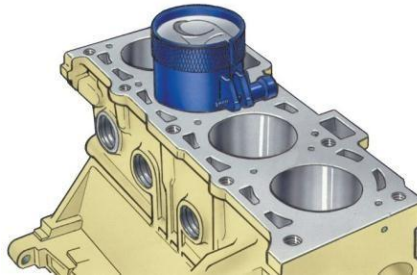

Рис. 57. Установка поршня в цилиндр
2. Установить шатунно-поршневые группы в цилиндры в соответствии с порядковыми номерами цилиндров, указанными на днищах поршней и на шатунах. Для установки поршня с кольцами в цилиндр используют специальные приспособления (обжимы) (рис. 57).